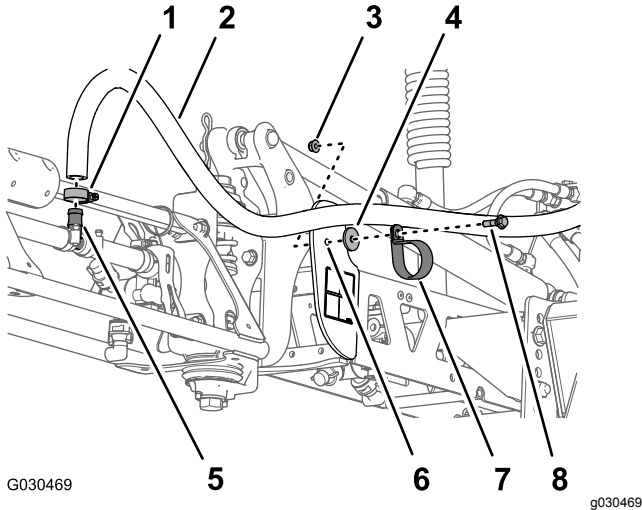

Figure 61
1. Sur le côté avant de la section de rampe de pulvérisation, retirez le collier en R, le boulon à épaulement (5/16"), la rondelle (5/16") et le contre-écrou à embase (5/16") qui fixent le flexible de rampe au cadre de la section centrale (Figure 61).
2. Retirez le collier et le flexible de rampe du raccord en T cannelé (Figure 61).